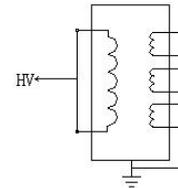

图 6-7 CT 接法
- (3)：反接法、电压为 10KV、一次侧对二次侧及地、接线见图 6-7